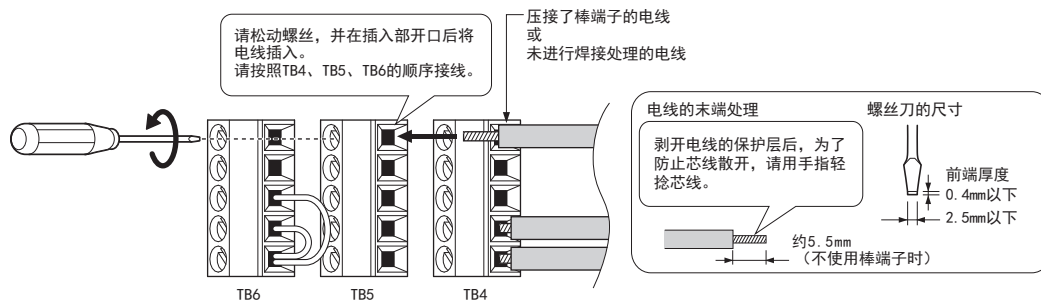
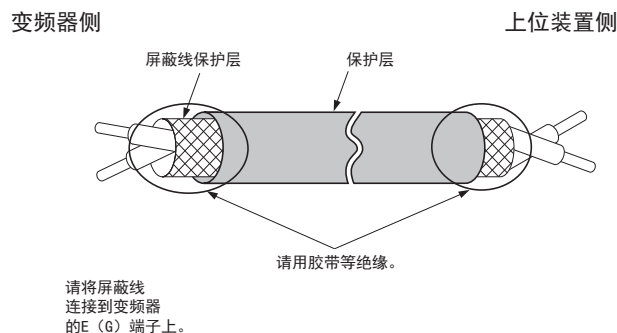

图 3.35 控制回路的接线步骤
图 3.37 屏蔽线的线头处理
接线时请参考图 3.35。并参照图 3.37 对屏蔽线的线头进行处理。关于紧固力矩，请参照“电线尺寸和紧固力矩”（91 页）。
如果不利用操作器而利用外部频率设定器来设定频率，请按图 3.37 所示，使用已经过线头处理的双股绞合屏蔽线。屏蔽线应接在变频器的 E (G) 端子上。